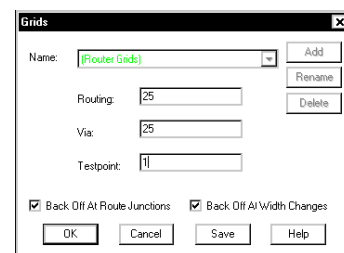

Рис. 15. Настройка сетки для трассировки стрингеров.
11. В появившемся диалоговом окне Grids (рис. 15) зададим шаг сетки трассировки Routing равный 25 милс и шаг сетки размещения переходных отверстий Via равный тоже 25 милс.